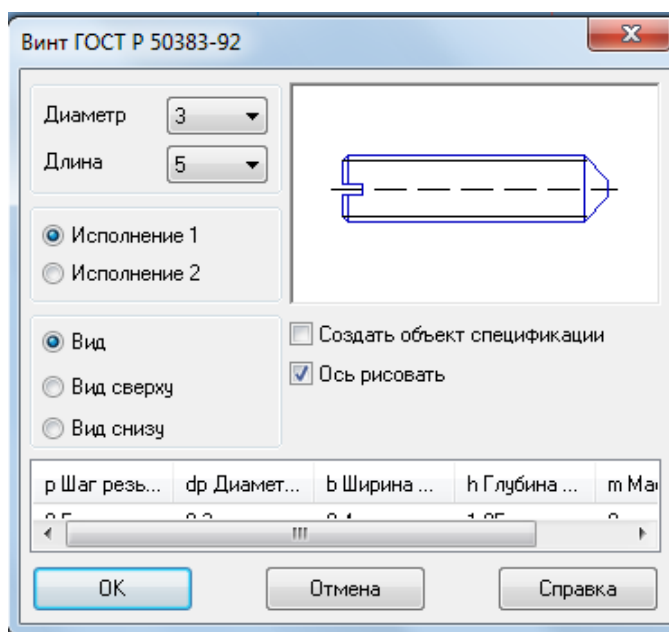

Рисунок 96.
2. Откройте «Конструкторскую библиотеку», раздел «Винты», подраздел «Винты установочные», выберите «Винт ГОСТ 50383 - 92». Задайте необходимые параметры: Диаметр – 3мм, Длина – 5мм, вставьте изображение (рисунок 96).